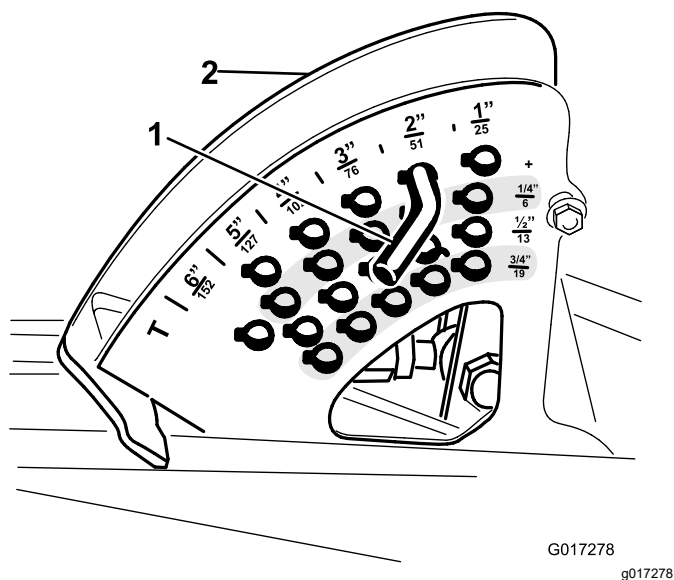

Figura 5
3. Anote localização do pino HOC (altura de corte) no suporte HOC para efeitos de montagem (Figura 5). Retire o pino do HOC do suporte HOC.
6. Instale o pino HOC ao suporte HOC na altura de corte desejada (Figura 5).